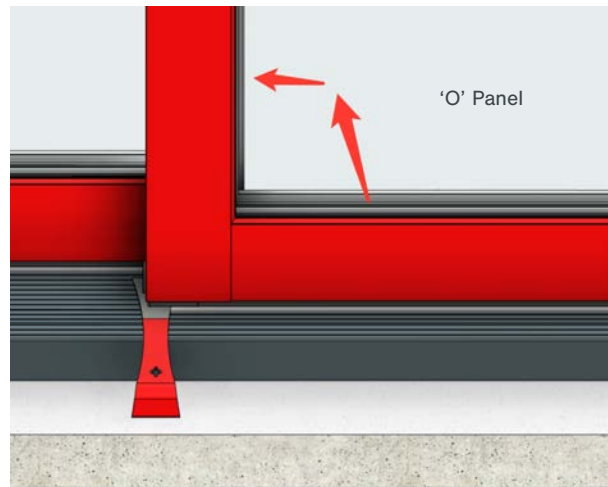

Fig P12
- Al retirar el panel "O", vuelve a colocar la palanca para proteger el drenaje transversal, empujandola debajo de la almohadilla del burlete ubicada en el borde delantero del montante exterior (Fig. P12).